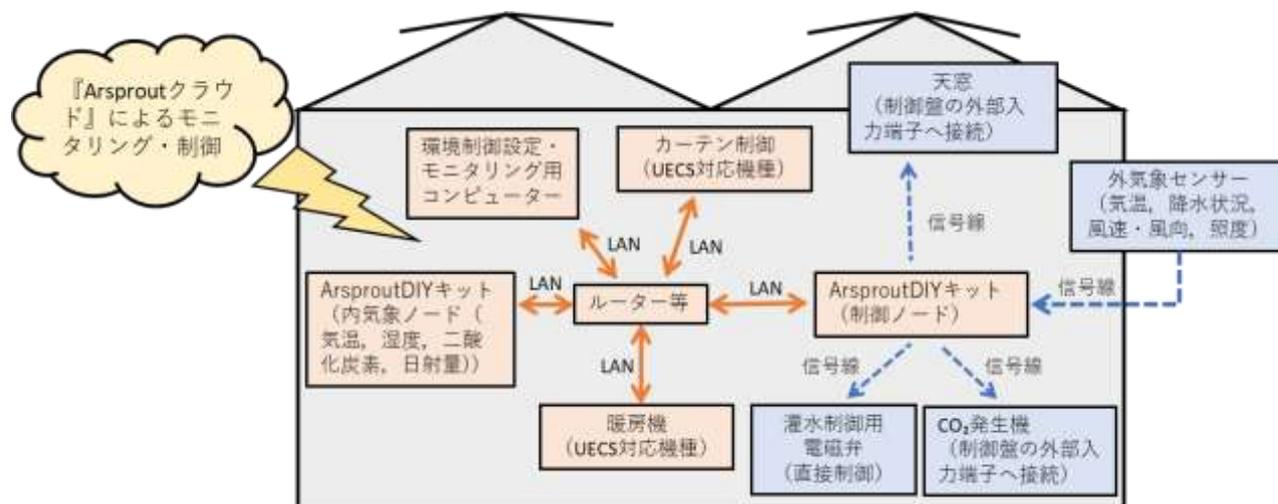

図1 Arspout による環境制御機器の構成とその接続方法の例
(1) アルsprout により、外気象（気温、降水状況、風速・風向、照度等）と内気象（気温、湿度、二酸化炭素、日射量、培地温）をモニタリングして、天窗、カーテン（保温、遮光）、二酸化炭素濃度、暖房、換気扇、灌水、送風を制御できる（図1）。